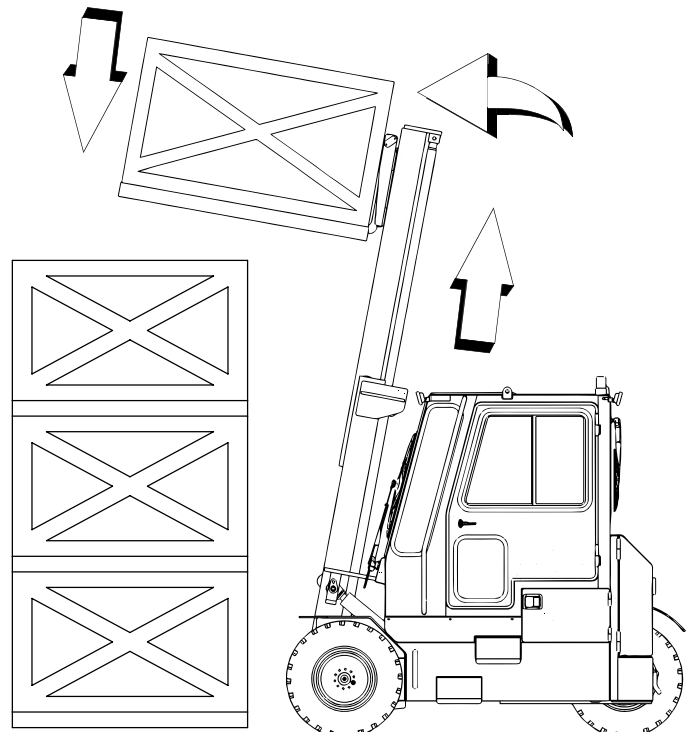

Fig 8
2. Eleve la carga lo suficientemente alto como para despejar la pila o la plataforma. Alinee las horquillas al ángulo y altura correctos para la colocación de la carga. Avance lentamente haciendo los ajustes necesarios, hasta que la carga esté correctamente alineada. Baje la carga a una posición estable. *Fig. 8.*